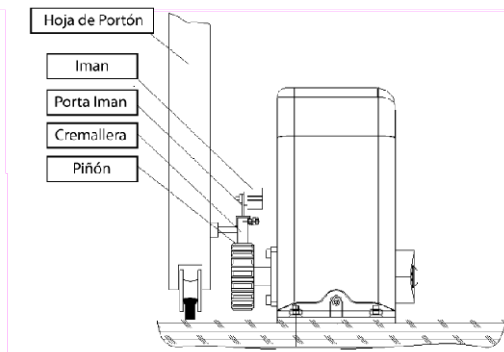
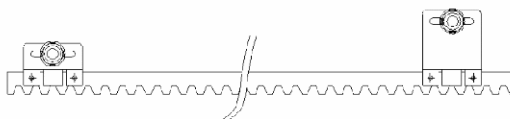

Fig.5
Fig.6
- Instale los fines de carrera como se muestra en la Fig.5 y Fig.6. Los fines de carrera se utilizan para controlar la posición del portón en apertura y cierre.